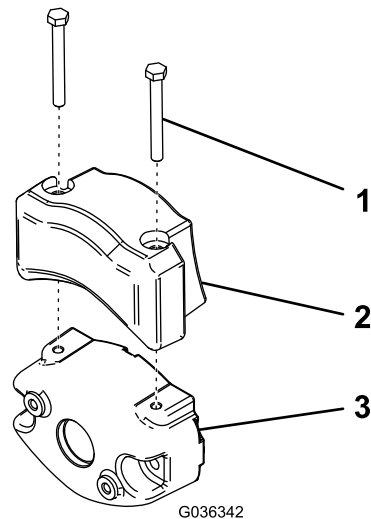

**Figure 29**
**Important:** Chaque fois que vous devez basculer le plateau de coupe, soutenez l'arrière du plateau pour empêcher les écrous situés sur les vis de réglage de la barre d'appui de reposer sur la surface de travail (**Figure 29**).